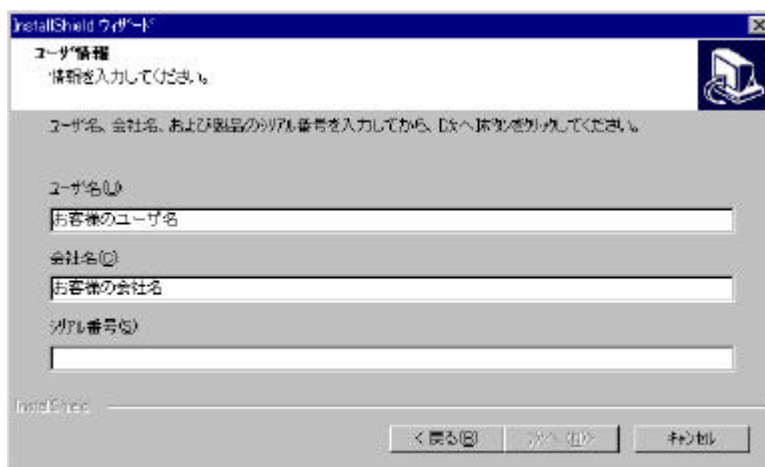

図 4 ユーザ情報の入力画面
(5) ユーザー名、会社名、シリアル番号を入力し、「次へ」ボタンをクリックします。(図4参照)